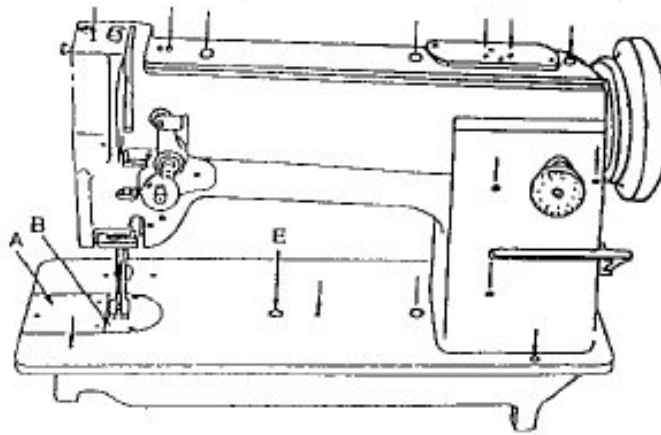

Fig.2
La pression des pieds presseurs est réglable par un tournevis sur la vis D (Fig. 2) , en tournant dans le sens des aiguilles d'un montre , on augmente la pression , en sens inverse , on la diminue.
- 1) Retirer le carter G (Fig. 2) et desserrer doucement la vis 1 (Fig. 14)
Le crochet et son mécanisme sont protégés par un embrayage de sécurité. Si il est nécessaire de réenclencher l'embrayage de sécurité, appuyer sur le bouton (E, Fig2) sur le plateau de la machine. En même temps , tourner le volant de la machine jusqu'à ce que le mécanisme de blocage réengage l'arbre du crochet sous le plateau de la machine. Ouvrir la plaque glissoire et manœuvrer le volant vers l'arrière et l'avant le volant de la machine, retirer les morceaux de matière qui peuvent s'être introduit dans le crochet. Ne pas utiliser d'outils pointus, etc. . vous risqueriez d'endommager le crochet.
- 1) Appuyer sur le bouton (E, Fig2) sur le plateau de la machine avec la main gauche. En même temps , tourner le volant de la machine très fortement pour que l'embrayage se dégage.
- 2) Basculer la machine vers l'arrière. Tenir l'embrayage de sécurité [(gauche) (1) et tourner l'embrayage de sécurité (droite) (2) jusqu'à ce que la vis (4) soit visible à travers le trou (3)]
- 3) Pour augmenter la force du ressort (5), tourner la vis (4) vers la droite, et tourner la vis vers la gauche pour diminuer la force du ressort.
- 4) Après avoir terminé le réglage, appuyer sur le bouton (E, Fig.2). En même temps , tourner le volant de la machine jusqu'à ce que l'embrayage se réenclenche.